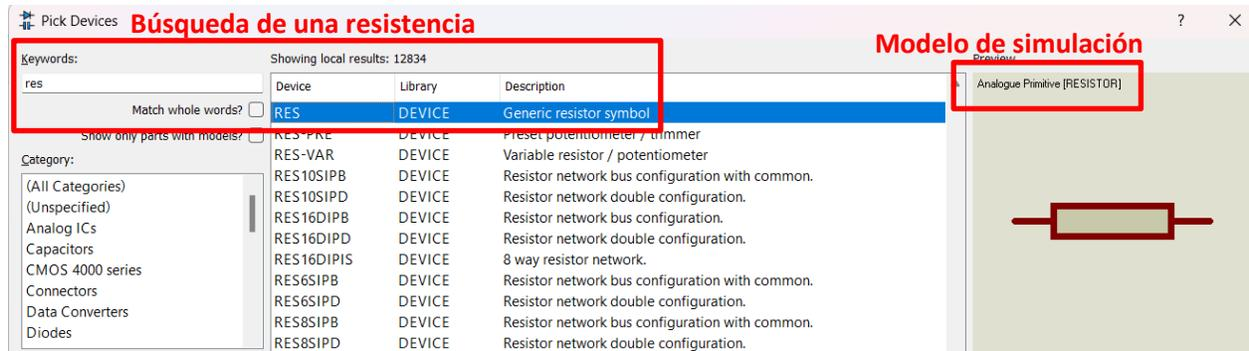

Figura 1.3. Biblioteca de componentes y selección de elementos.
5. A la izquierda de la ventana, en la esquina superior aparece el campo **Keywords**, el cual permite buscar los componentes que se desean agregar al proyecto haciendo doble clic, ya sea circuitos integrados, elementos pasivos, distintos tipos de fuentes, etc. En la figura 1.3 se ilustra la búsqueda de un elemento pasivo como puede ser una resistencia usando la partícula “res”. En la parte derecha se muestra la vista previa del elemento y se indica si tiene modelo de simulación, si aparece el mensaje “no simulation model” entonces no es posible simularlo.